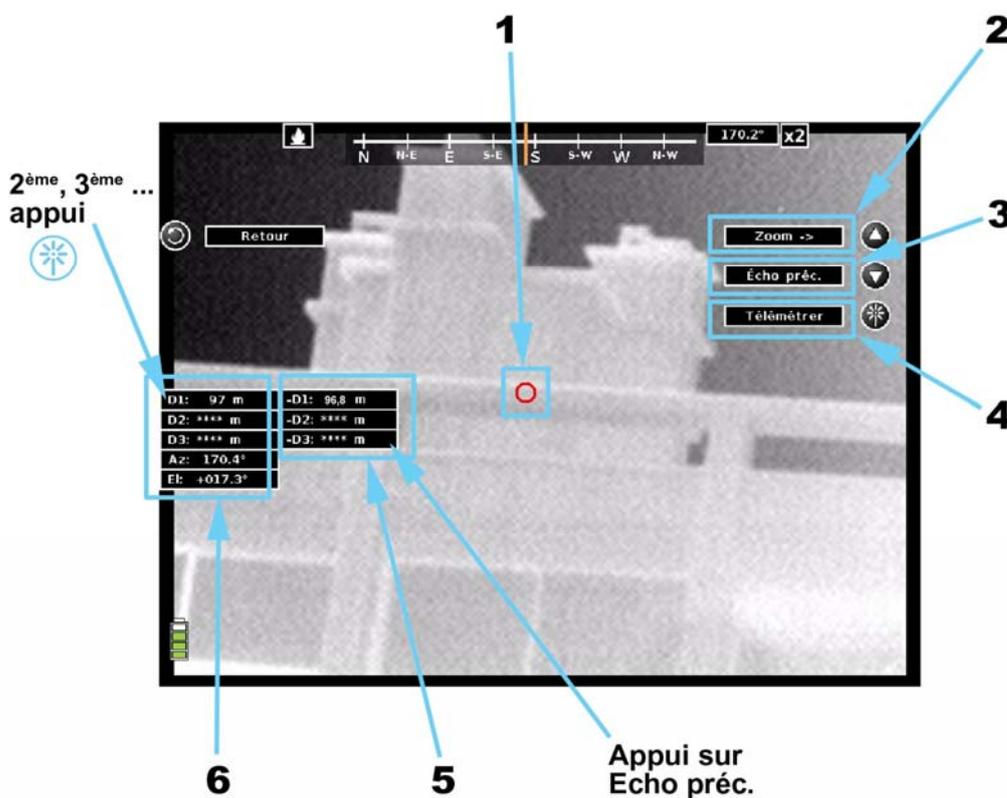

Fig. 22-12 : Fenêtre de télémétrie
Appuyer une deuxième fois sur le bouton télémètre.	(cf. Fig. 22-12) <ul style="list-style-type: none"> – Déclenchement du rayon laser puis affichage des résultats de la visée dans un tableau (6). – 3 échos peuvent être affichés D1, D2 et D3, ces mesures correspondent à la cible et éventuellement à des obstacles se trouvant sur la ligne de visée. – Les informations azimuth (Az) et élévation (EI) précisent la position de la cible par rapport à l'utilisateur.